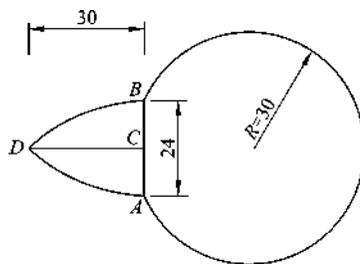

图 1-34 圆弧实例
**【实例 1-13】** 先绘制图 1-34 中左边的直线与圆弧，再绘制右边的半径为 30 mm 的圆弧，完成后的图形如图 1-34 所示。
- ①绘制直线 AB、CD。
- ②利用“起点、端点、方向”方式画左边的圆弧。
- ③利用“起点、端点、半径”方式画右边的圆弧。